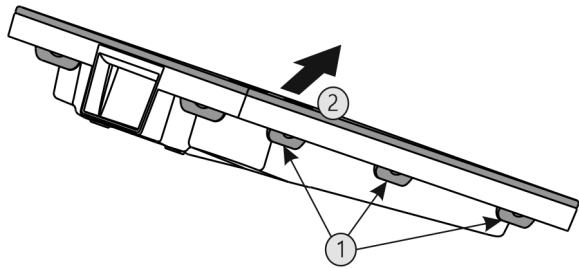

Fig. 50
- ▶ Premere una dopo l'altra tutte le linguette Fig. 50 (1) e rimuovere la copertura Fig. 50 (2).